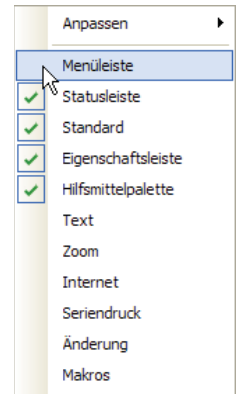

Abb. 9-3: Menüleiste einblenden
MENÜLEISTE ① – standardmäßig eingeblendet, man kann sie aber unglücklicherweise auch ausblenden. Wenn das geschehen ist, den Mauszeiger auf den linken oder oberen Rand des Programmfensters setzen, mit rMT das Kontextmenü (KM) öffnen (Abb. 9-3) und *Menüleiste* wählen.